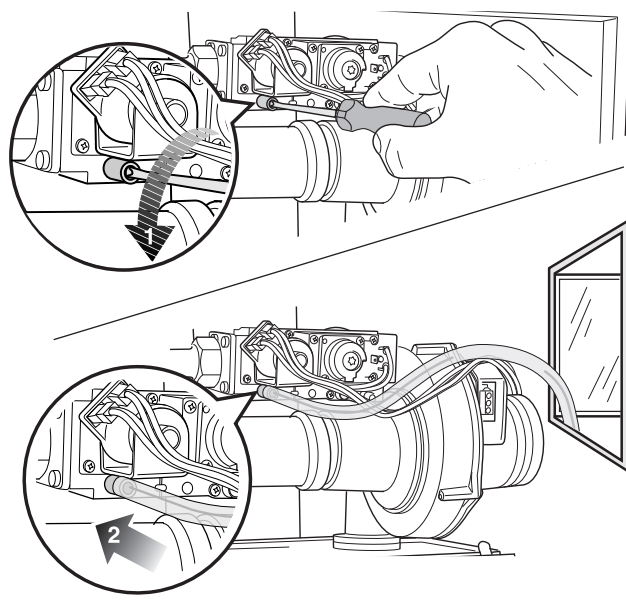

Fig. 75 Udluftning af gasledningen
- Løsn låseskruen på prøveniplen til gastilslutningstrykket og udluftningen (fig. 75) 2 omdrejninger, og sæt slangen på.